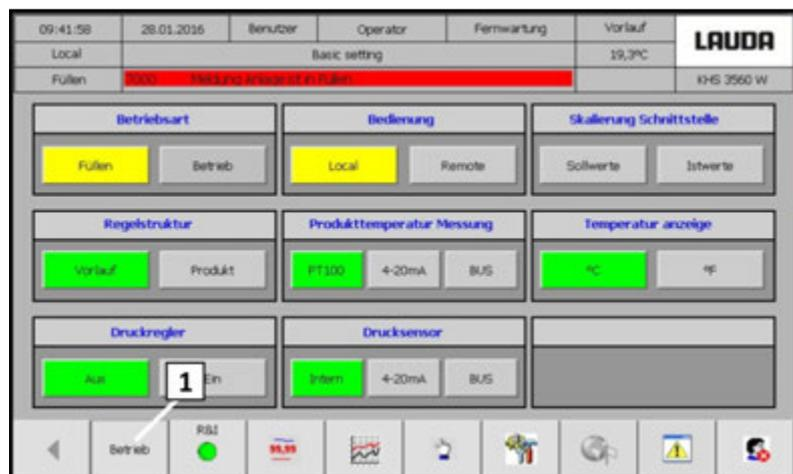

Fig. 30: Écran réglage de base (position initiale définie)
14. Régler la position initiale définie. Voir (Voir la Fig. 30)
15. Ouvrir l'écran fonctionnement (Voir la Fig. 30 [1])